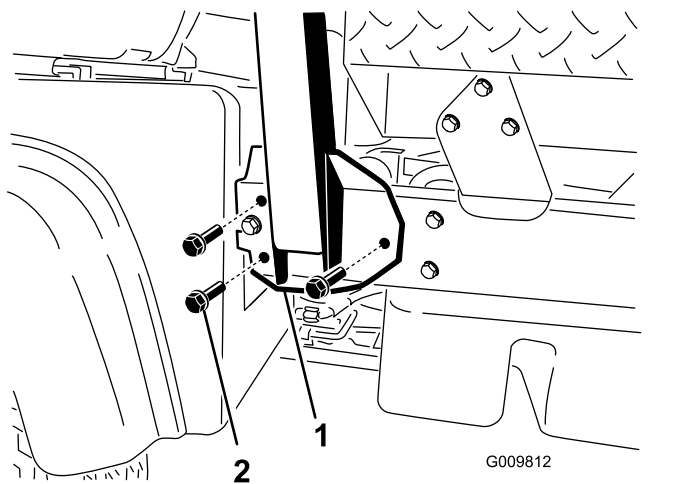

Figure 4
2. Placez chaque côté du système ROPS en face des trous de montage de chaque côté du cadre du véhicule (Figure 4).
3. Fixez le support du système ROPS de chaque côté du cadre de la machine au moyen de 3 boulons à embase ( $\frac{1}{2}$ " x  $1\frac{1}{4}$ " ) (Figure 4).